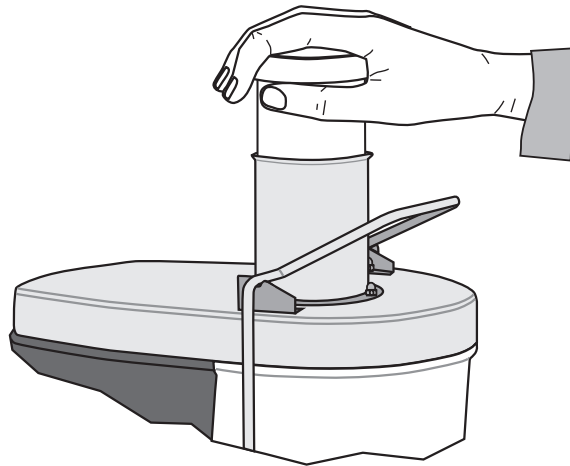

Fig. 6
6. Con il motore in movimento introdurre frutta e/o verdura nel tubo di alimentazione. Usando il pestello spingere gradualmente e senza esercitare eccessiva pressione alla frutta e/o alla verdura in fondo al tubo di alimentazione sul disco dentato in rotazione (vedi Fig. 6). Per ottenere più succo spingere sempre il pestello lentamente.